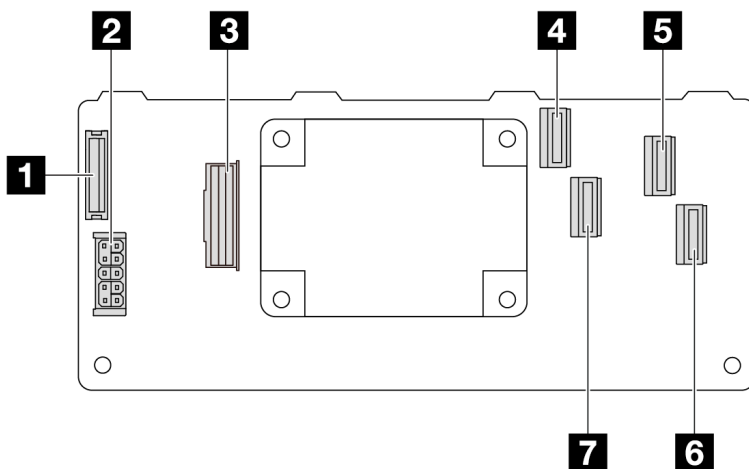

Figura 319. Un adaptador RAID CFF 16i Gen 3 (cuatro conectores de puerto)
- Figura 319 “Un adaptador RAID CFF 16i Gen 3 (cuatro conectores de puerto)” en la página 360